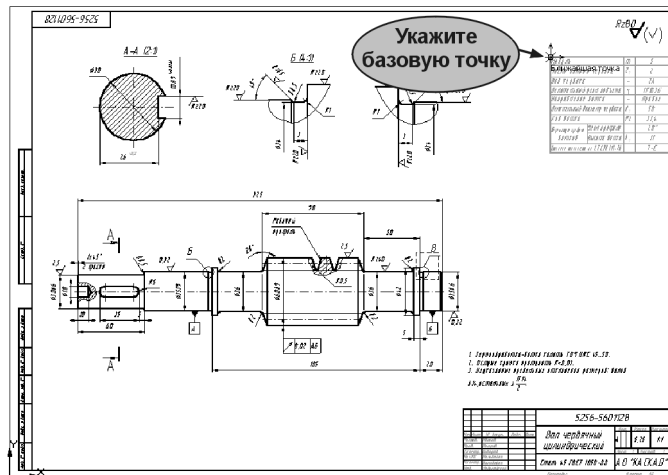

Рис. 45.43. Указание базовой точки
- 4.6. В ответ на запрос системы **Координаты базовой точки** укажите левый верхний угол таблицы (рис. 45.43).